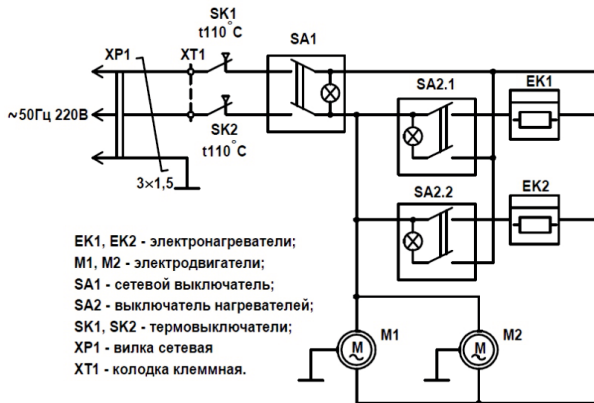

Рис. 3. Схема электрическая
5.5 Электрическая схема завесы представлена на рис. 3 Приложения.